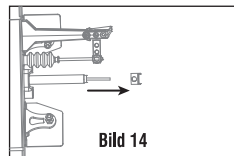

Bild 14
3. Verwenden Sie einen Innensechskantschlüssel um den Mitnehmer von der Welle zu lösen (Bild 14)